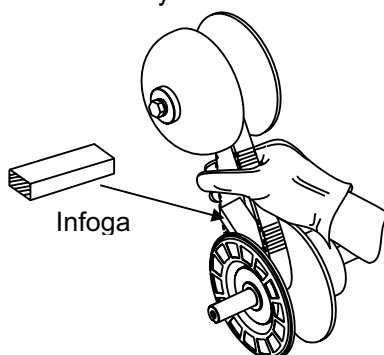

Bild 19. Hålla den nedre remskivan öppen
2. En tråkloss införd mellan den rörliga ytan och den fixerade ytan på den nedre remskivan kan bidra till att hålla de nedre remskiveytorna öppna under installationen av den nya drivremmen. Se bild 19.